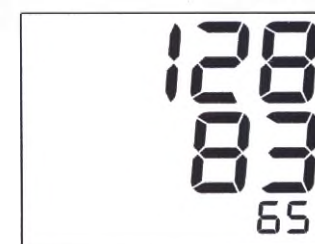

Рис.15
6. Данные артериального давления и частоты пульса будут выведены на экран дисплея (рис. 15). Показания автоматически сохраняются в памяти прибора.